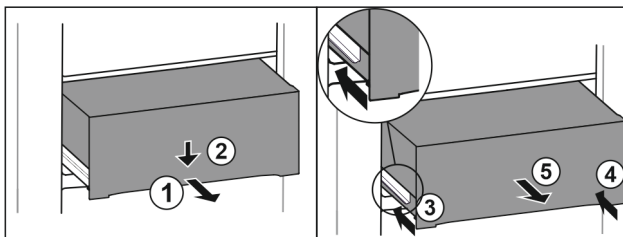

Fig. 121
- ▶ Lade er half uittrekken. Fig. 121 (1)
- ▶ Schuiflade aan de voorzijde omlaag drukken. Fig. 121 (2)
- ▶ Linker rail ca. 2 cm inschuiven. Fig. 121 (3)
- ▶ Rechter rail ca. 2 cm inschuiven. Fig. 121 (4)
- ▶ Lade naar voren toe verwijderen. Fig. 121 (5)